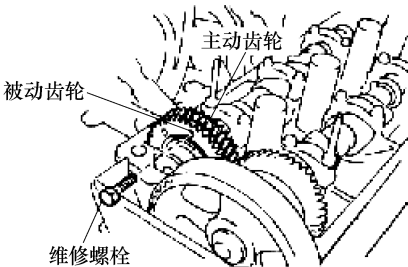

图 1-120 用维修螺栓安装
c. 用维修螺栓将凸轮轴被动齿轮装到主动齿轮上。参见表 1-12 和图 1-120。